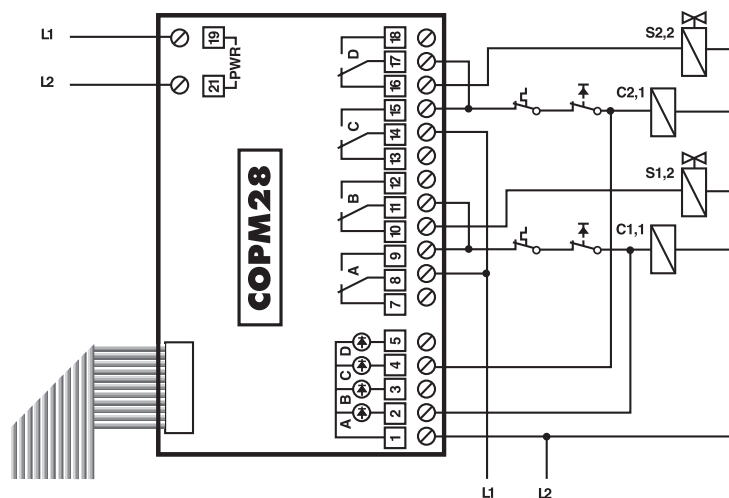

FIGURA 3
- 5.7 **ANOMALÍA DE LA SALIDA, "sld.N".** Habitualmente todos los motocompresores de media y gran potencia incorporan una serie de dispositivos de protección dirigidos a preservarles de daños derivados del calentamiento de los bobinados, interrupción de fase, falta de lubricación etc. Conectando juntos estos dispositivos se crea una cadena de seguridad que se abre en presencia de anomalías. La monitorización de las salidas tiene como objeto detectar la interrupción de la alimentación de la bobina del contactor como resultado de la intervención de una o más protecciones (ver figura 3). La función se habilita asignando YES al correspondiente parámetro de habilitación (par. **27...34**).